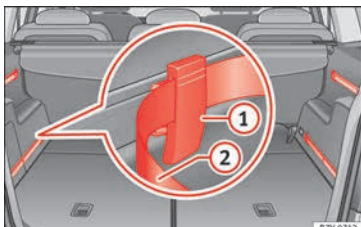

Abb. 170 Im Gepäckraum: System mit Schienen, verschiebbaren Fixierelementen ① und verstellbarem Spannband ②.
- Fixierelement mit den Rillen nach oben » **Abb. 170** ① von oben in die Schiene einsetzen und unten andrücken.